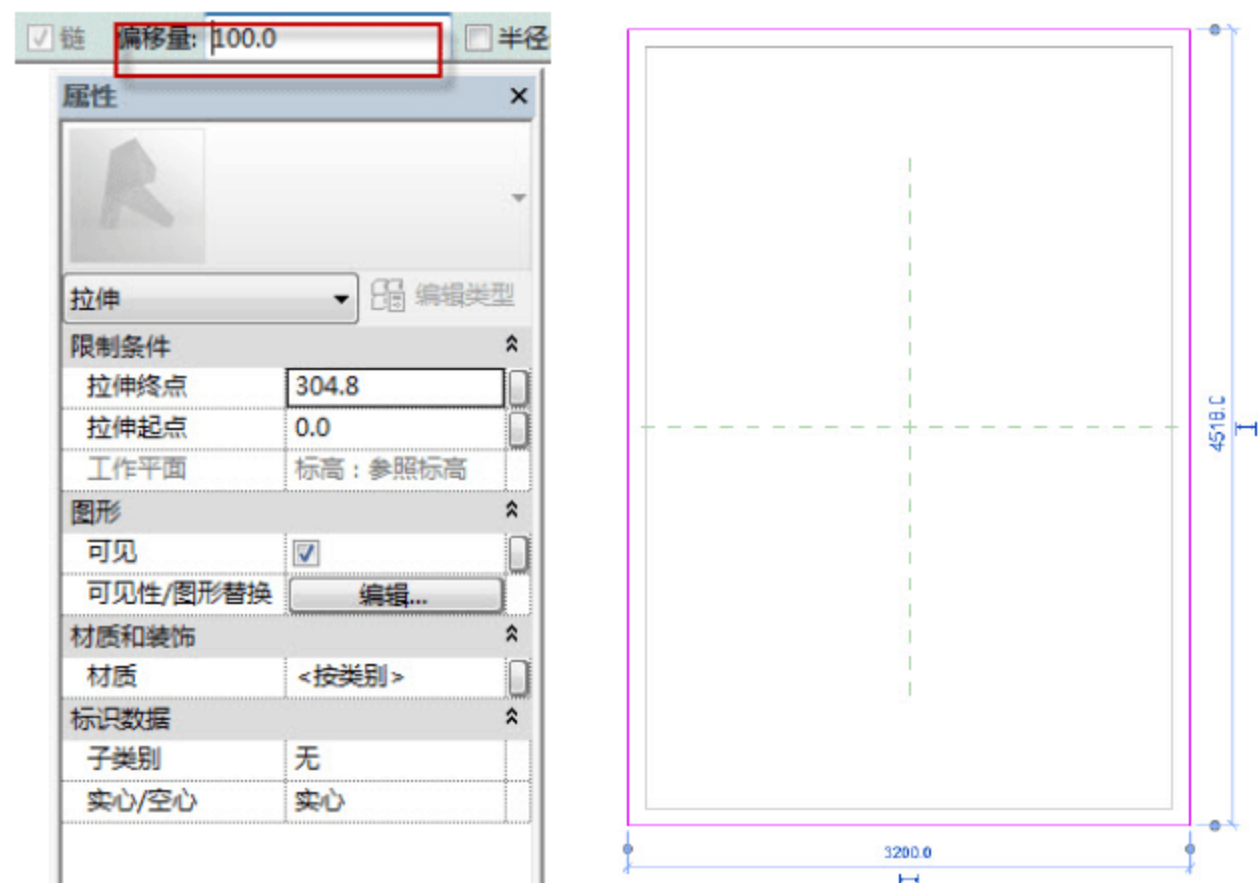

图 2.1.57 定义垫层长和宽
(5) 定义垫层长和宽。选择“创建”→“拉伸”→“矩形”命令，在“偏移量”栏，输入 100（垫层超出承台 100mm），如图 2.1.57 所示，绘制矩形垫层。